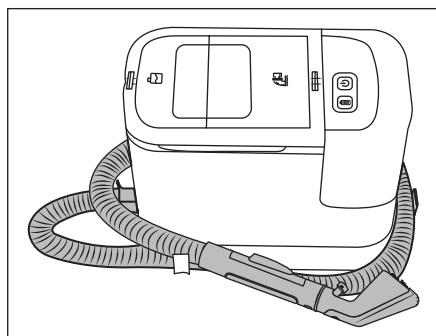

Abb. 10
- ◆ Ziehen Sie die Schlauchhalterung **15** aus dem Gerät. Legen Sie den Sprüh-/Saugschlauch **19** um das Gerät und verwenden dabei die Schlauchhalterungen **15**/**16** (siehe Abb. 10).